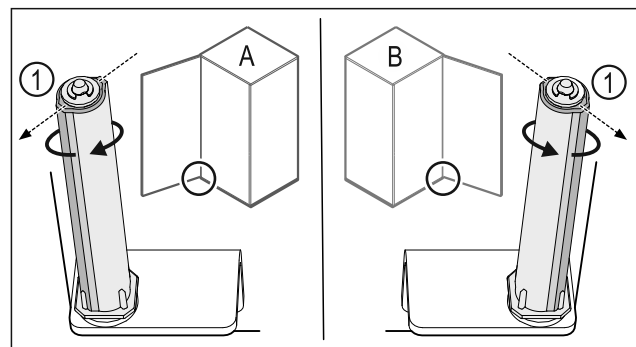

Fig. 57 Butée à gauche (A) / butée à droite (B)
- ▶ Tourner le système de fermeture contre la résistance jusqu'à ce que son arête Fig. 57 (1) pointe vers l'extérieur.